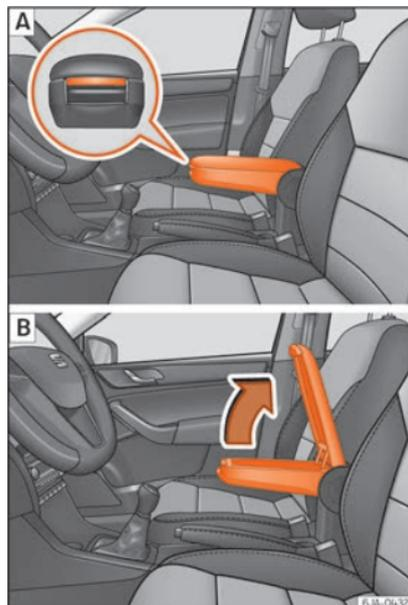

Abb. 144 Armlehne/ Ablagefach öffnen und schließen
- Drücken Sie die Taste vorne an der Armlehne »» Abb. 144 - [A].
- Heben Sie die Abdeckung des Ablagefachs an »» Abb. 144 - [B].